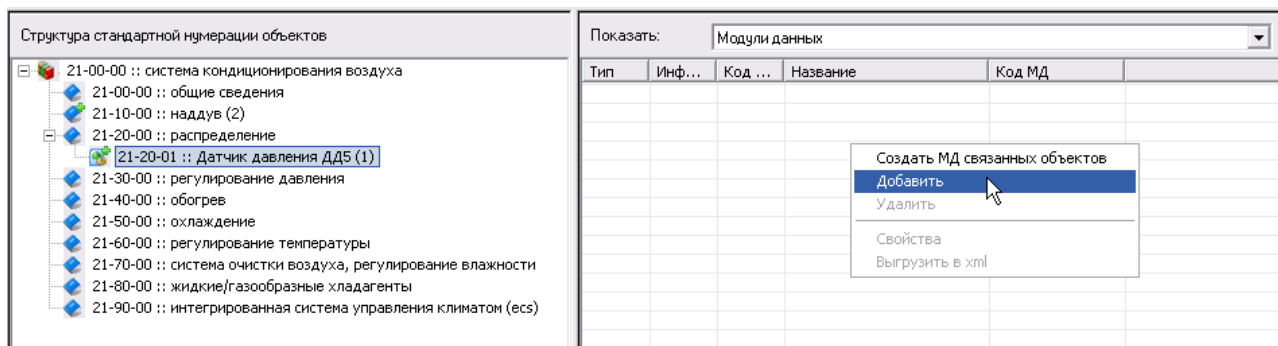

Рис. 10-23
2. В контекстном меню, вызванном в области правого окна, **Добавить** (рис. 10-23).